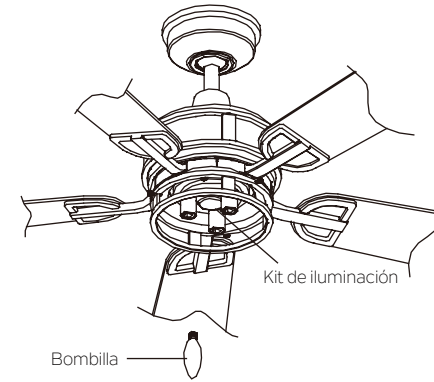

Fig. 25
Paso 1. Instalar las 3 bombillas LED B10 de 4 vatios (ya incluidas). (Fig. 25)